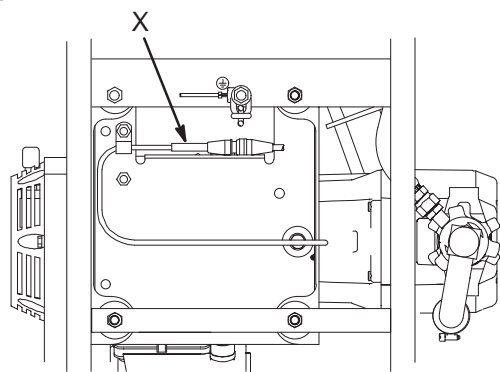
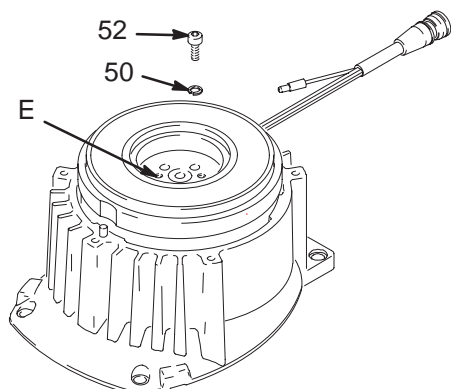
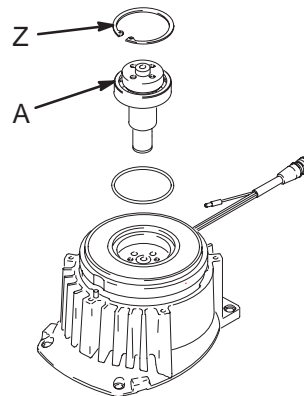
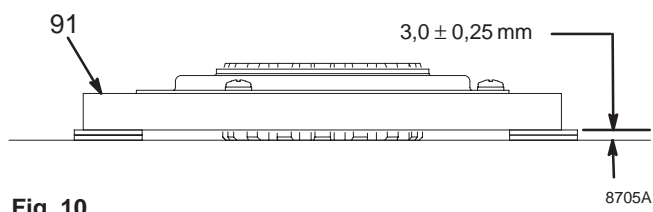

Fig. 5 8837A
Fig. 7 8701A
Fig. 8 8703A
Fig. 10
2. Fig. 5. Débrancher le câble de l'inducteur (X) sur la régulation de pression.
4. Fig. 7. Placer le pignon (88a) sur un établi avec le rotor orienté vers le haut.
5. Enlever quatre vis (52) et les rondelles (50). Introduire deux vis dans les trous taraudés (E) du rotor. Serrer alternativement les vis jusqu'à ce que le rotor sorte.
6. Fig. 8. Enlever le circlip (Z).
7. Tapoter sur l'arbre du pignon (A) avec un maillet en plastique pour le faire sortir.
1. Fig. 10. Poser 2 fois 2 pièces de monnaie sur la surface lisse de l'établi.
2. Déposer l'induit (91) sur les pièces de monnaie.
4. Monter l'induit (91) sur l'arbre moteur.
5. Mettre les 4 vis (53) et les rondelles (50) et serrer à 14 N.m.
6. Fig. 8. Enfoncer l'arbre du pignon (A) en tapotant dessus avec un maillet de plastique.
7. Mettre le circlip (Z) en place.
8. Fig. 7. Déposer le pignon sur l'établi avec le rotor orienté vers le haut.
9. Enduire les vis de loctite. Mettre les quatre vis (53) et les rondelles (50). Serrer alternativement les vis à 14 N.m jusqu'à ce que le rotor soit bien fixe.
10. Remonter le pignon (88a) en le fixant avec les 5 vis (89) et rondelles (50).
11. Fig. 5. Brancher le câble de l'inducteur (X) sur la régulation de pression.